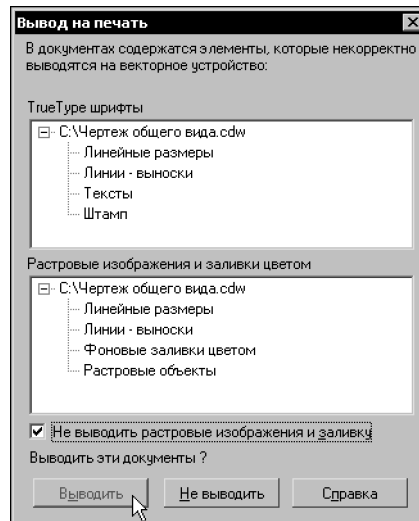

Рис. 98.1. Предупреждение при печати на векторное устройство
- Такие графические объекты, как шрифты TrueType, сплошные заливки цветом и растровые изображения, не могут быть корректно выведены на векторное устройство. Поэтому при попытке напечатать документ, содержащий перечисленные объекты, на экране появляется предупреждение (рис. 98.1).